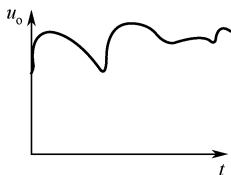

图 3-18 输出电压随时间漂移
在直接耦合放大电路中, 即使在输入端短路(即输入为零)后, 输出端仍会有忽快忽慢、忽高忽低、变化缓慢的输出电压。这种输出电压的示意图如图 3-18 所示, 这种输出电压的波动现象就是零点漂移。直接耦合放大器的级数越多、放大系数越大, 漂移现象越严重。
2. 示意图(见图 3-18)